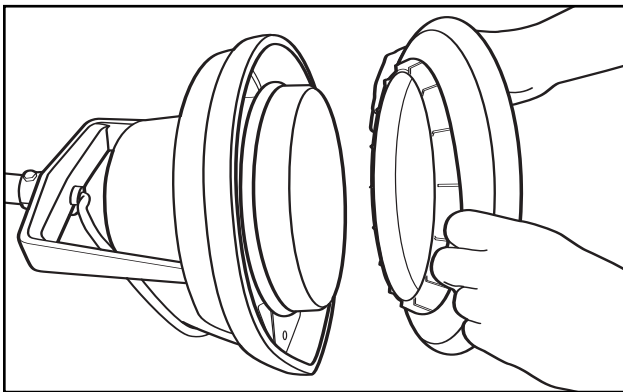

Figura 1. Instalación del portaalmohadilla motriz negro o del cepillo
3. Coloque el portaalmohadilla motriz negro en el disco de sujeción beige que está en el fondo de la máquina (vea la Figura 1).
2. Con las cerdas apuntando hacia afuera de la unidad, coloque el cepillo en el disco de sujeción beige que está en el fondo de la máquina (vea la Figura 1).